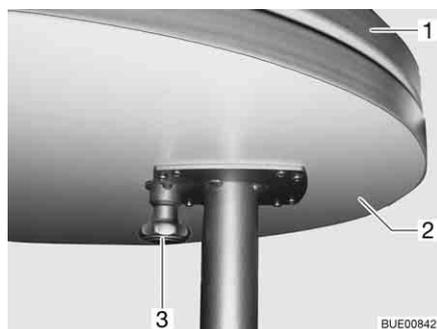

Fig. 95 Table fixe
- Tirer le bouton (Fig. 95,3) du dispositif de verrouillage vers le bas et sortir la rallonge de table (Fig. 95,2).
- Faire pivoter la rallonge de table (Fig. 95,2) sous le plateau de table (Fig. 95,1) jusqu'à ce le dispositif de verrouillage s'enclenche de façon perceptible.